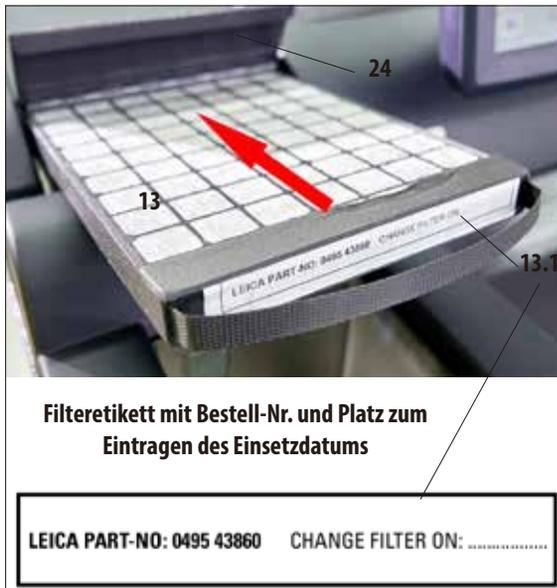

Abb. 32
- Zum Einsetzen/Wechseln des Aktivkohle-Filters (13) die Klappe (24) hinter dem Retortendeckel öffnen.
- Den Filter wie in der Abb. 32 gezeigt mit dem Griff nach vorn in Pfeilrichtung bis zum Anschlag einschieben.